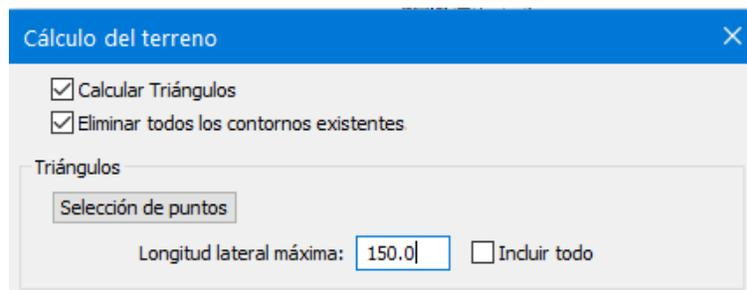

Figura 4-5: Cálculo de Terreno con Longitud Máxima de Triángulo
9. Habilite la opción *Calcular triángulos*, inhabilite *Incluir todo* y configure *Longitud lateral máxima: 150* (ver Figura 4-5).